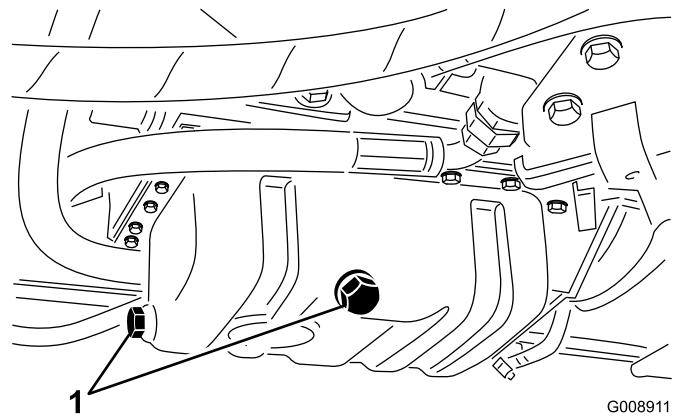

図 61
1. ドレンプラグのどちらか一方（図 61）を外してオイルを容器に受け、オイルの流出がおったらプラグを元通りに取り付ける。